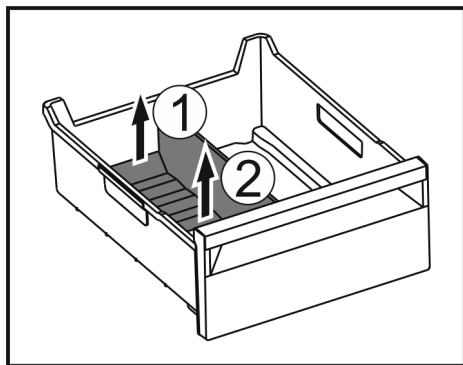

Fig. 49
- ▶ Zdvihnite zadnú časť oddeľovača zásuvky na ľad. Fig. 49 (1)
- ▶ Odoberte oddeľovač zásuvky na ľad nahor. Fig. 49 (2)